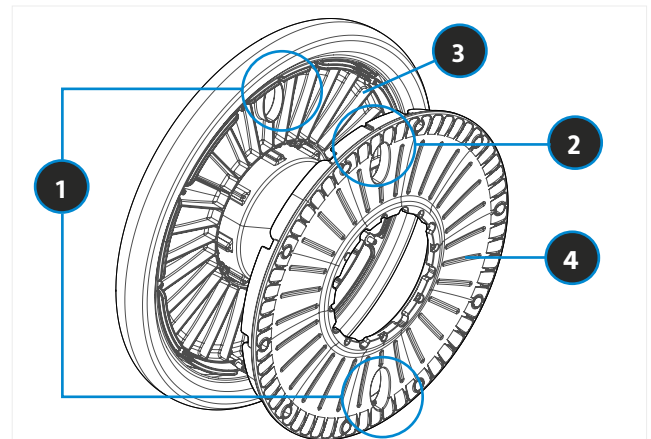

BILD 60 ORIENTIERUNG FELGEN - IMMER 2 AUF 3 LAMELLEN
- Die Felgenhälften zusammendrücken und darauf achten, dass die Lamellen (3 Stück) der Ventilöffnung nach außen stehen: siehe Bild 60.